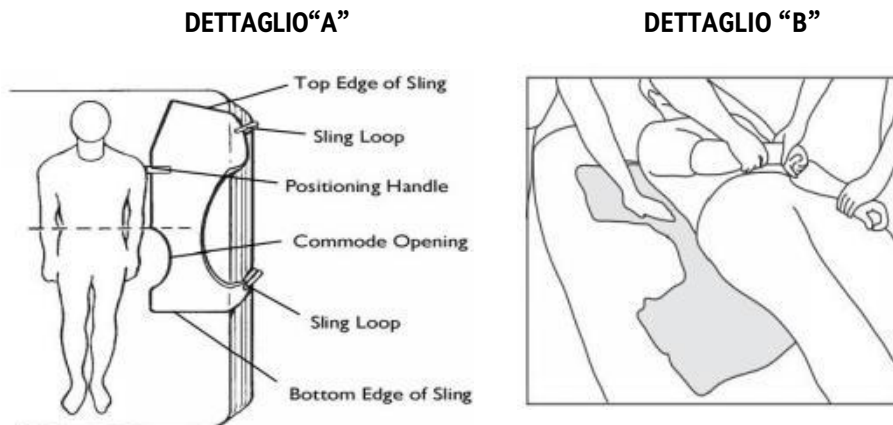
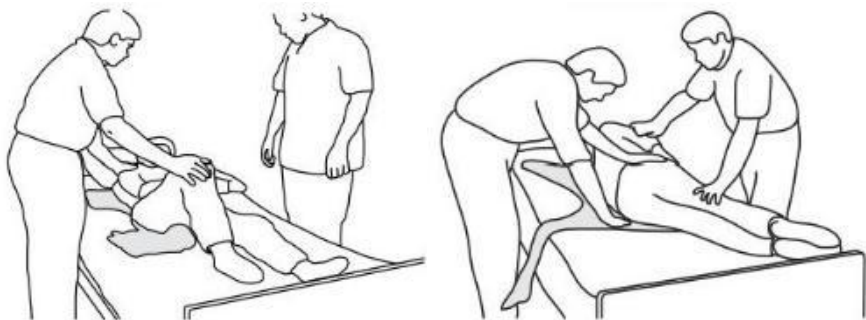

FIGURA 1.1 Posizionamento della fionda
FIGURA 1.2 Far rotolare il paziente su un fianco
NOTA: per questo procedura, fare riferimento a FIGURA 1.1 e FIGURA 1.2
4. Con un assistente su ogni lato del letto E su contro IL materasso, il assistente SU IL mano sinistra lato del il letto sarà posizione la sua mano destra sull'elevato ginocchio e il suo/ la sua mano sinistra sotto il del paziente spalla destra, lentamente spingere sul ginocchio e aiutare con UN lieve sollevare della spalla. La paziente Volere facilmente rotolare su dalla sua parte. Fare riferimento a Dettaglio "A" qui sotto In **Figura 1.2**.